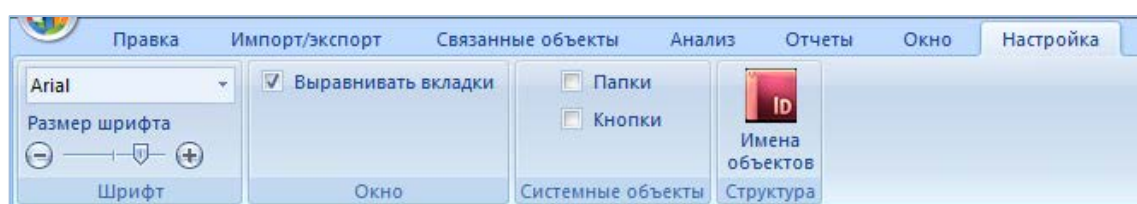

Рис. 5-30 – Кнопка «Имена объектов» вкладки «Настройка»
2) Выбрать функциональную вкладку «Настройка», затем на панели «Структура» нажать кнопку «Имена объектов» (рис. 5-30).